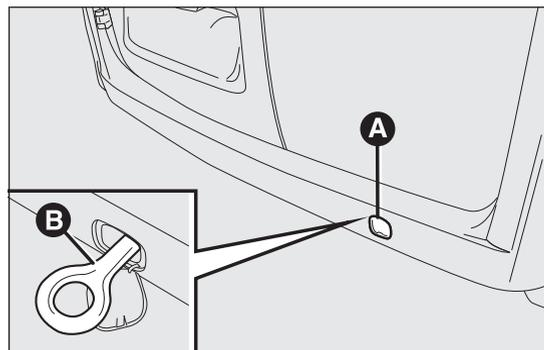
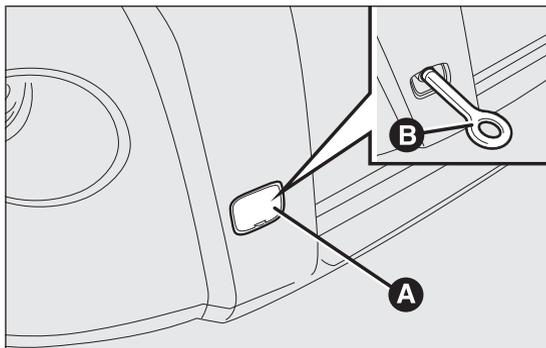

fig. 170
fig. 171
- sganciare il tappo A fig. 170 fig. 171;
- prelevare l'anello di traino B fig. 170 fig. 171 dalla borsa attrezzi;